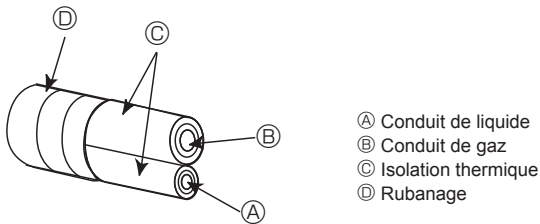
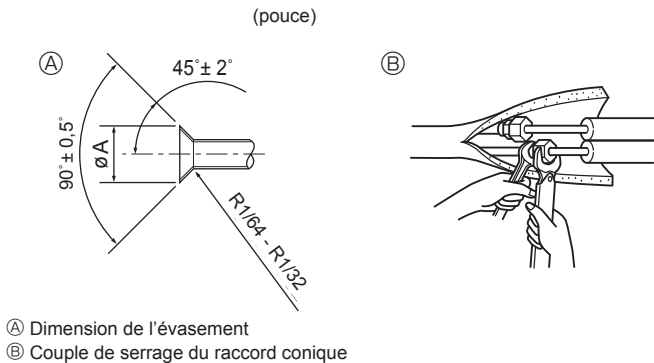

Fig. 4-4
Fig. 4-5
4.3. Connexion des tuyaux (Fig. 4-4, Fig. 4-5)
- S'il est trop serré, il risque de se rompre et de provoquer une fuite de réfrigérant. [Fig. 4-5]
- Appliquer un fil fin d'huile réfrigérante sur la surface du tuyau et du support du joint avant de serrer l'écrou évasé. (A)
- Utiliser deux clés pour serrer les connexions des tuyaux. (B)
- Appliquer de l'huile réfrigérante sur toute la surface évasée du fond. (C)
- Utiliser les écrous évasés correspondant aux tailles de tuyaux suivantes. (D)
(A) (Fig. 4-5)